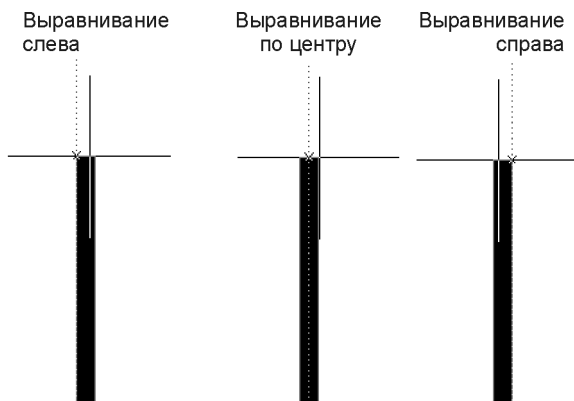

Рис. 4.8. Выравнивание полителя
2. Воспользуйтесь опциями команды для задания ширины, высоты и способа выравнивания полителя (рис. 4.8).